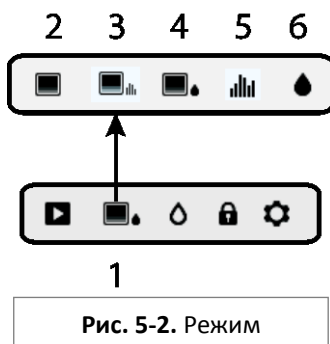

Рис. 5-2. Режим
Нажмите кнопку выбора, чтобы войти в главное меню, и выберите значок режима изображения (1). См. рис. 5-2. Выберите режим: «Только тепловое изображение» (2), IGM Custom (3), «IGM Влажность» (3), «Психрометрия» (4) или «Только показатели влажности» (4). Описание режимов приведено ниже.